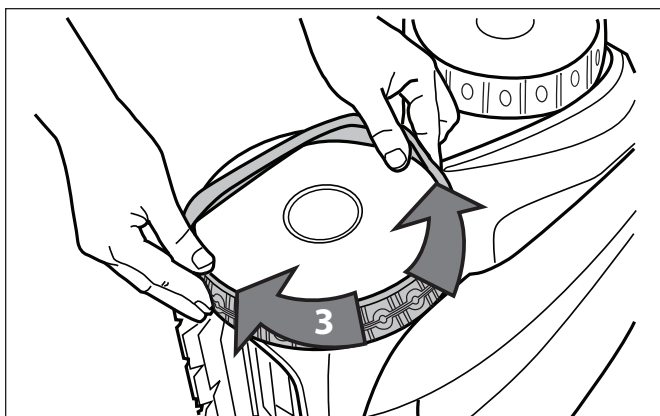

Figure 37. Étirer le pneu autour de la roue
5. Continuer à insérer le pneu dans la roue et vérifier que la nervure du pneu est placée correctement dans la rainure de la roue. Se référer à la Figure 37.